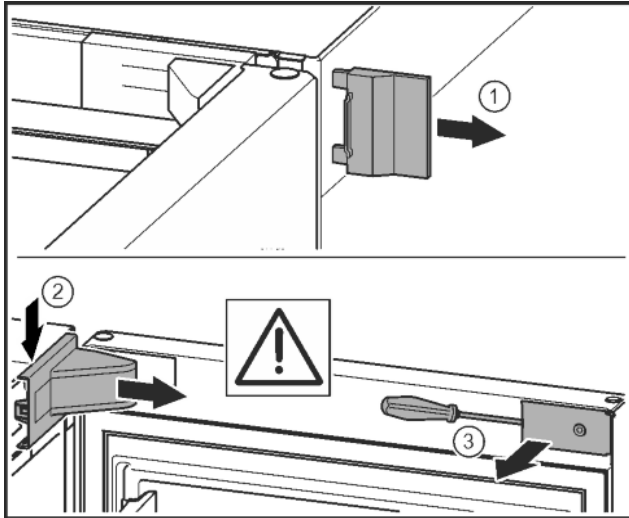

Fig. 9
- ▶ Vegye le a külső fedelet. Fig. 9 (1)
- ▶ Pattintsa ki és oldja ki a csapágybak fedelét. Vegye le a csapágybak fedelét. Fig. 9 (2)
- ▶ Hornyoltfejű csavarhúzóval pattintsa ki a lemezt, és fordítsa oldalra. Fig. 9 (3)